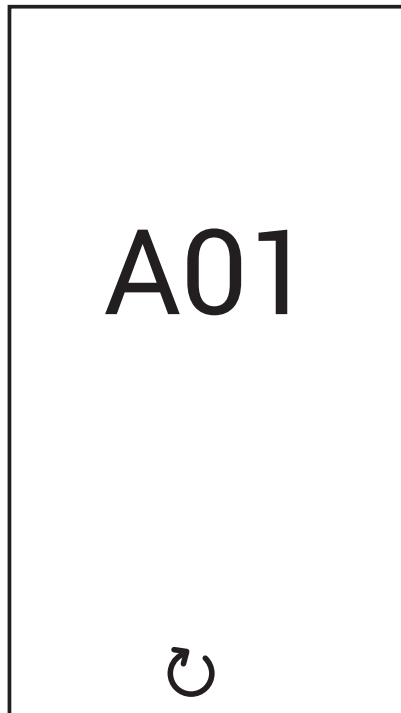

fig. 5
**Storing type A (fig. 5):** Om de ketel te ontgrendelen wanneer dit type storing is opgetreden, moet eerst de toets  worden ingedrukt totdat de tekst “**Confirm?**” (Bevestigen) verschijnt. Bevestig daarna met de toets .